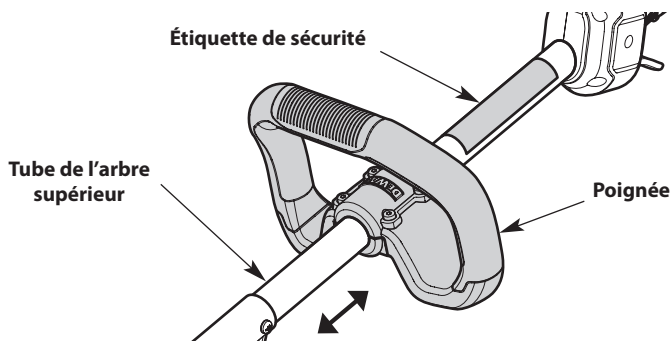

Fig. 5
5. Maintenez l'unité en position d'utilisation (Fig. 13). Déplacez le manche vers le haut ou le bas sur le tube supérieur pour trouver une position confortable (Fig. 5). S'assurer que la poignée est placée au-delà de l'extrémité de l'étiquette de sécurité (Fig. 5).
2. Maintenez l'unité en position d'utilisation (Fig. 13). Déplacez le manche vers le haut ou le bas sur le tube supérieur pour trouver une position confortable (Fig. 5). S'assurer que la poignée est placée au-delà de l'extrémité de l'étiquette de sécurité (Fig. 5).